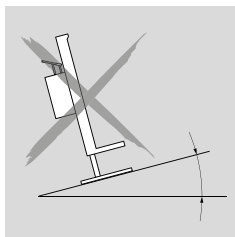

Fig. 4.1
- Prestar atención a la estabilidad. Utilizar el equipo solamente sobre una superficie horizontal, segura y antideslizante (fig. 4.1). Si fuera necesario, utilizar elementos de apoyo adecuados.